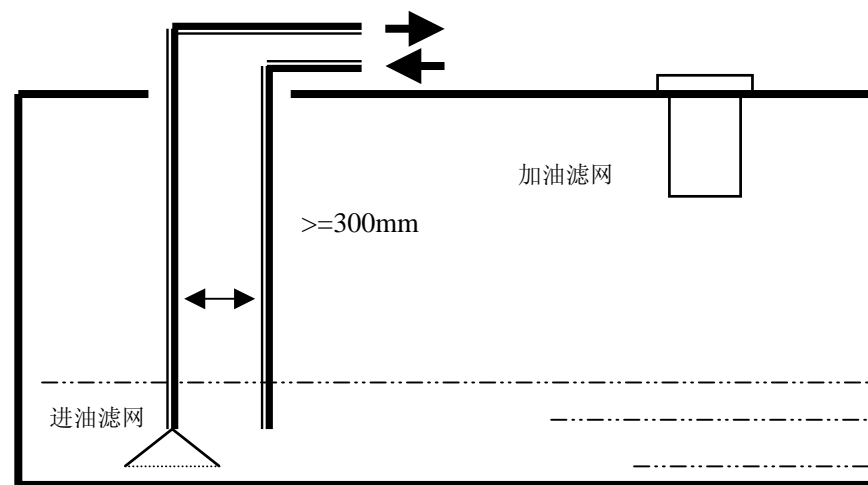

图 7- 1 油箱结构推荐
2. 高压共轨系统对油路要求高，不论是对回油还是进油，务必保证油路的通畅。管路太细、阻力太大、进回油不畅均可导致发动机启动性较差、工作不正常！推荐油箱结构如下图 7- 1；